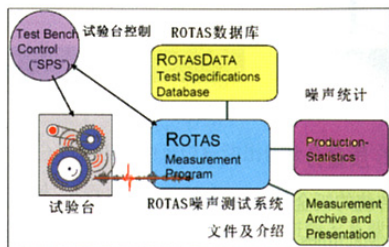

图 9
(7) 噪声测试试验台 采用加载试验台结合DISCOM噪声测试系统(图9),模拟变速箱的实际运行状态,完成对变速箱各挡的传动比、同步环、差速器、传动性能及噪声等进行试验。